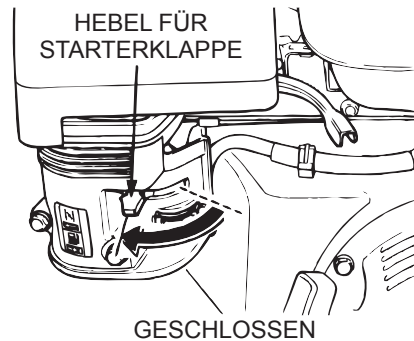

Abbildung 8. Hebel für Starterklappe (Geschlossen)
3. Falls der Motor kalt ist, den Starterklappenhebel (Abb. 8) SCHLIESSEN.